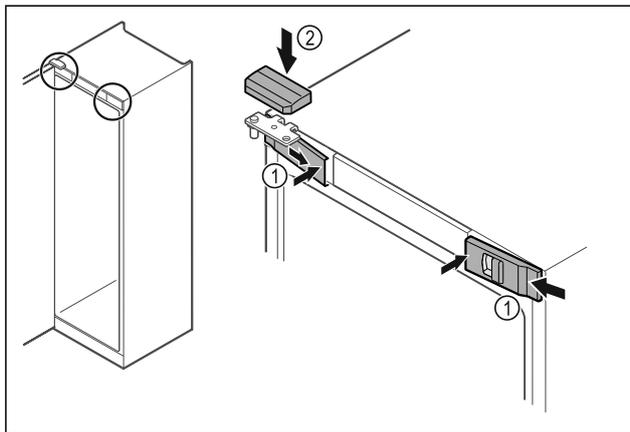

Fig. 45
- ▶ Enganchar las cubiertas delanteras Fig. 45 (1) lateralmente y encajar el interior.
- ▶ Encajar la cubierta superior Fig. 45 (2) desde arriba.